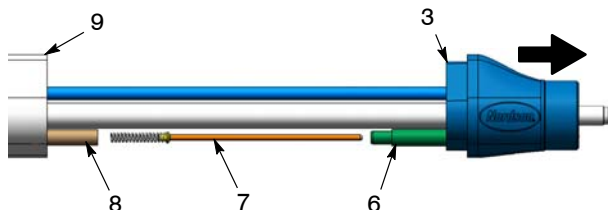

Bild 25 Demontering av motstånd – rörmonterade pistoler
Rörmonterade pistoler: Se bild 25. Drag av adaptorn (3) från pistolröret (9) så långt att man komma åt kabelstyrningen (8) och motståndstyrningen (6).
1. Se bild 25 eller 26. Tryck i 0.6 kubikcentimeter dielektriskt tåligt fett i motståndstyrningen (6).
4. Rörmonterade pistoler: Skjut kabelstyrningen (8) över motståndstyrningens ände, tryck därefter samman adaptorn (3) och pistolröret.